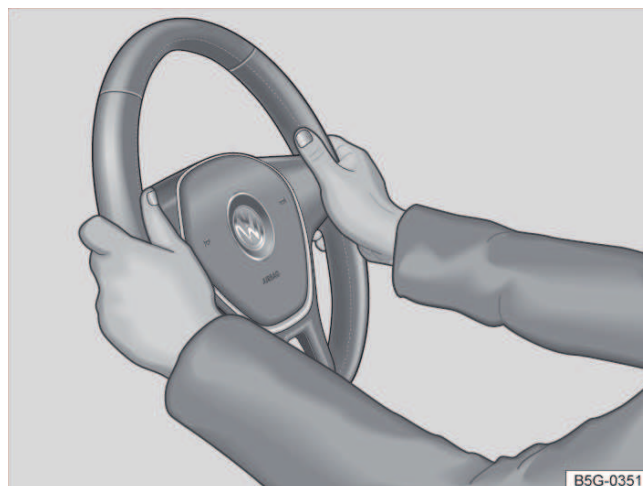

Fig. 65 No volante: posição 9 e 3 horas.
- Ajustar a posição do volante de forma que possa segurá-lo lateralmente pela borda externa *na posição de 9h e 3h* → Fig. 65 com ambas as mãos e os braços ligeiramente dobrados.
- Pressionar a alavanca ① sempre com firmeza para cima após o ajuste, para que o volante não mude sua posição durante a condução.
- Durante a condução, sempre segurar o volante com ambas as mãos lateralmente na borda externa *na posição de 9h e 3h* → Fig. 65, para reduzir ferimentos causados por um acionamento do airbag frontal do condutor.